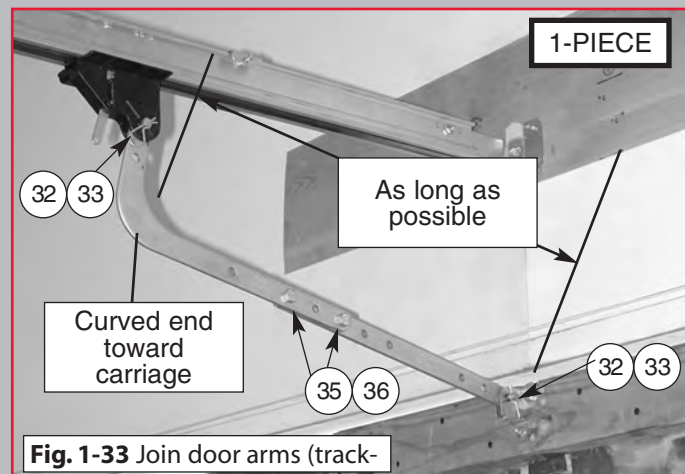

Fig. 1-33 Join door arms (track-
14. Join door arms (Fig.1-33).